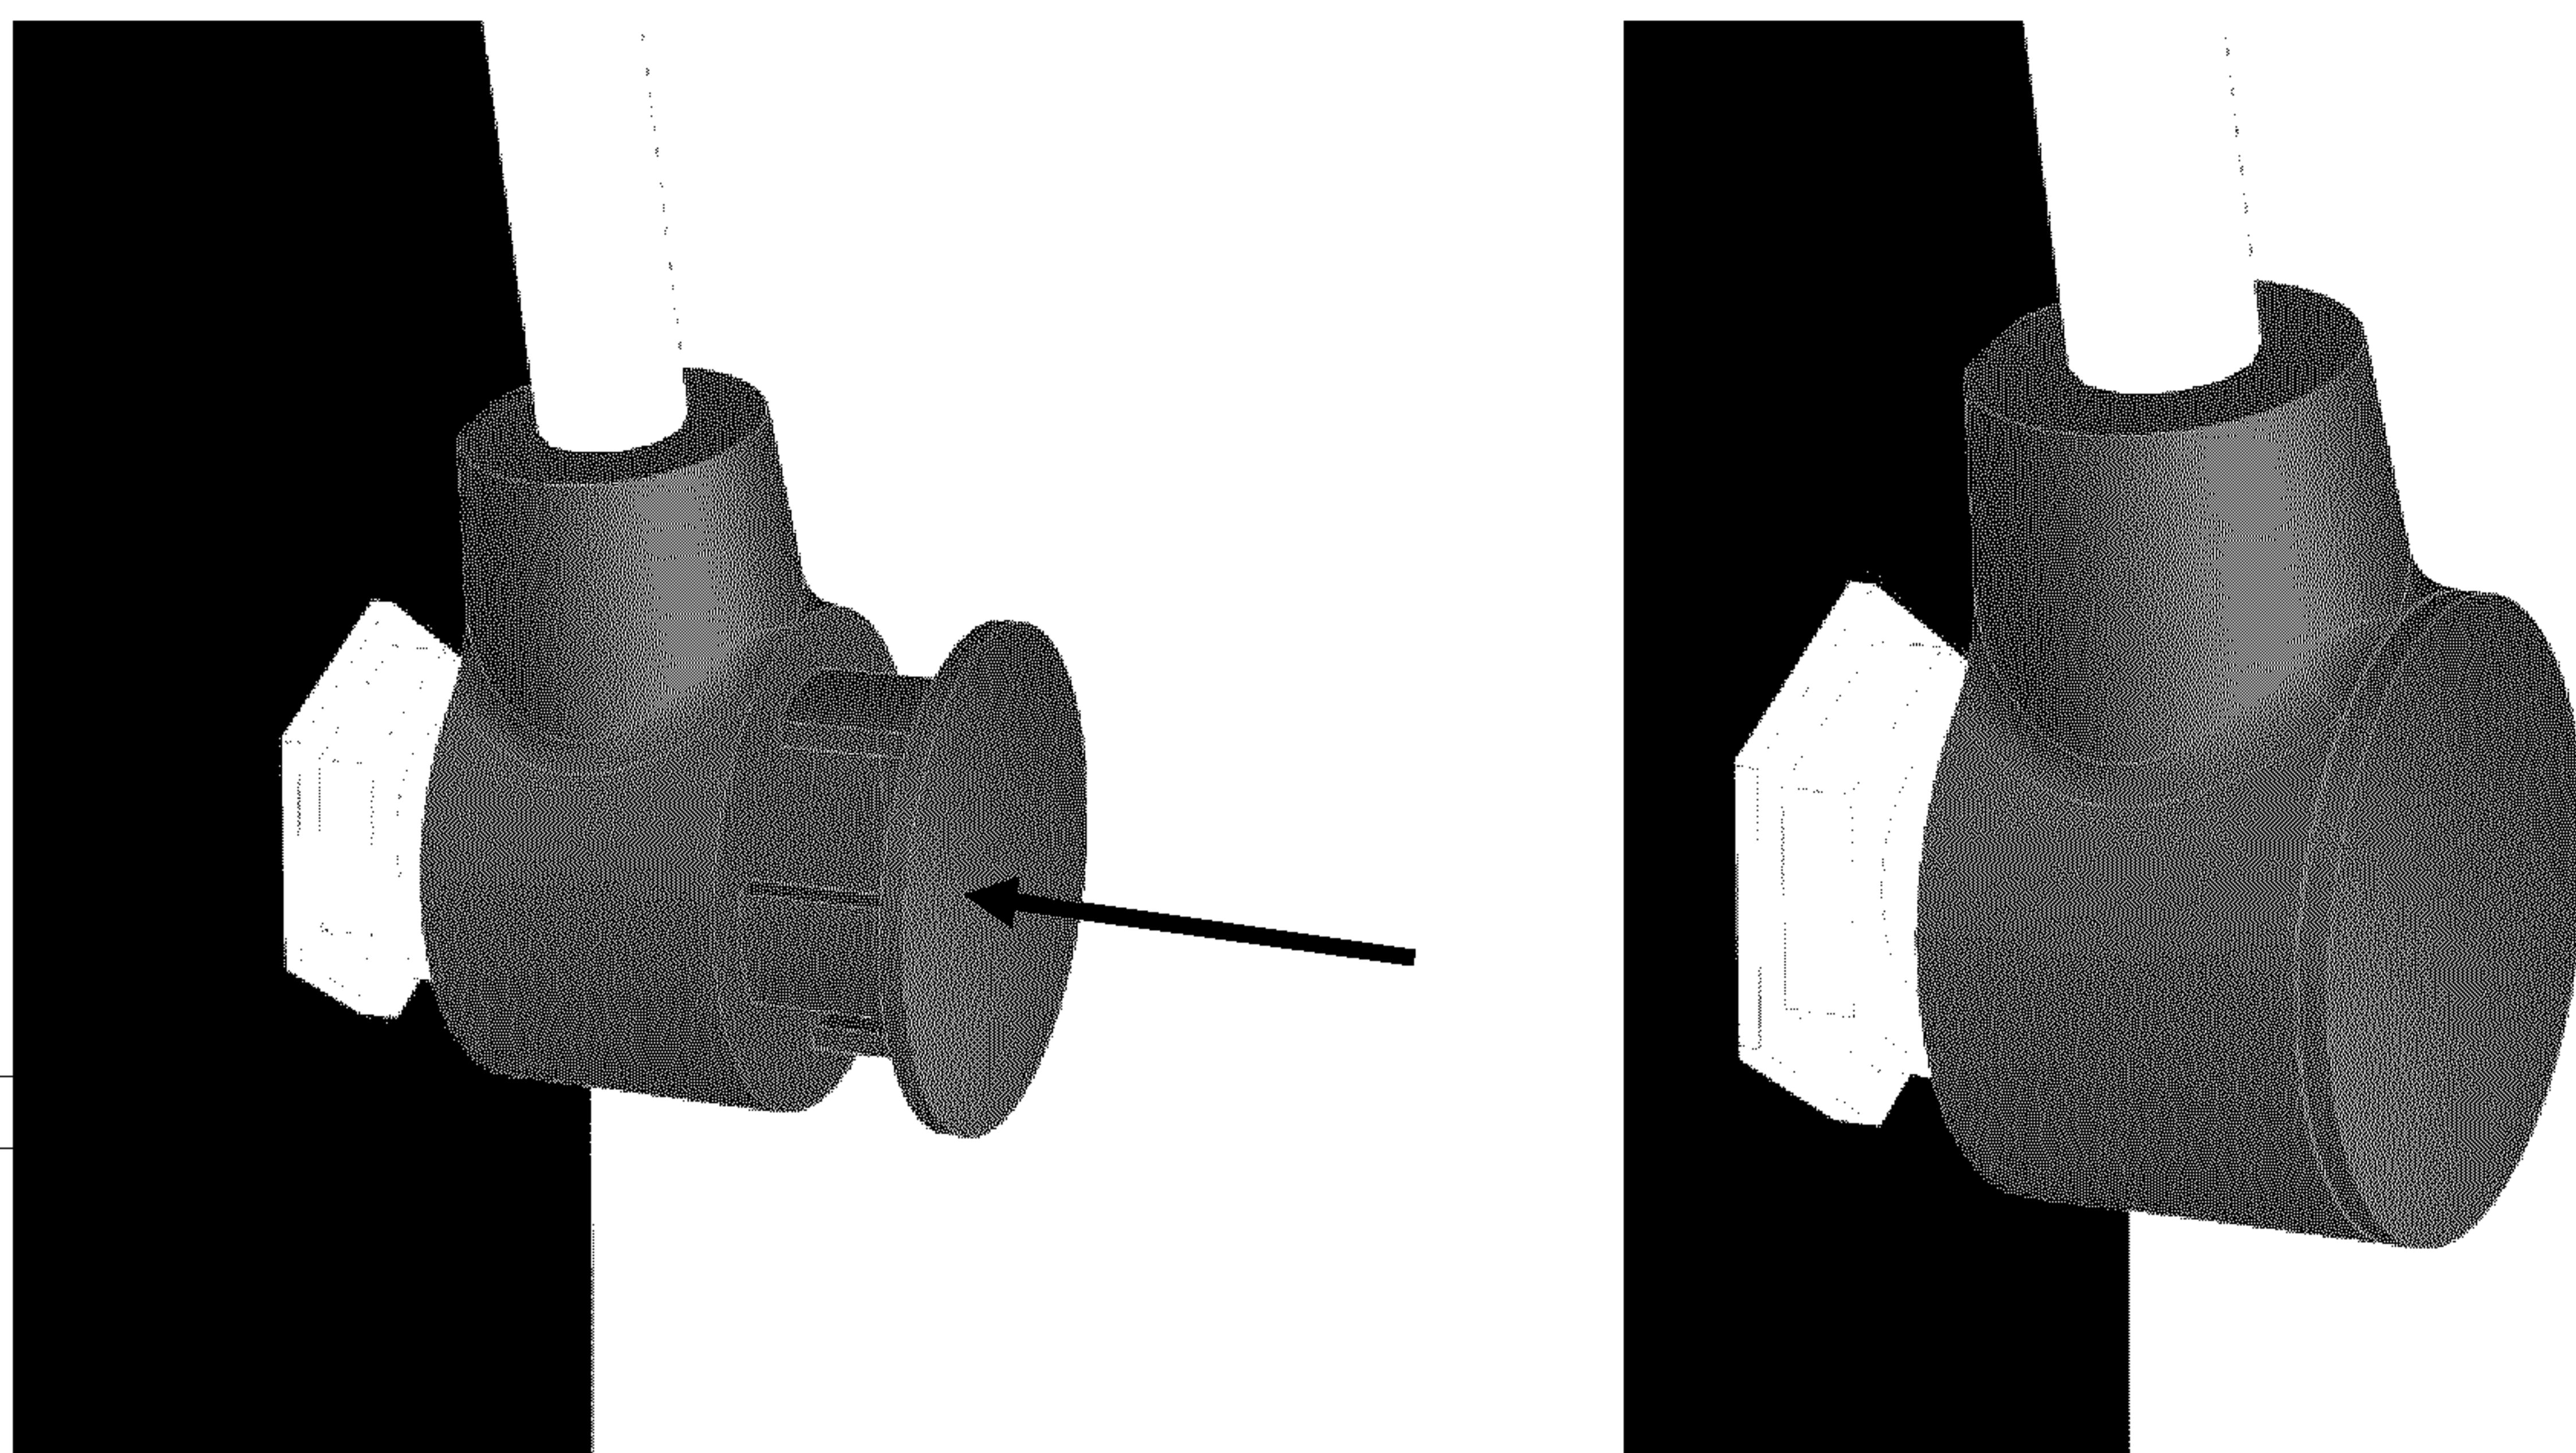

Рис. 4. Фиксирующая головка
3. Закрепите пружину на нижнем шарнире, надавив на фиксирующую головку (см. рис. 4).